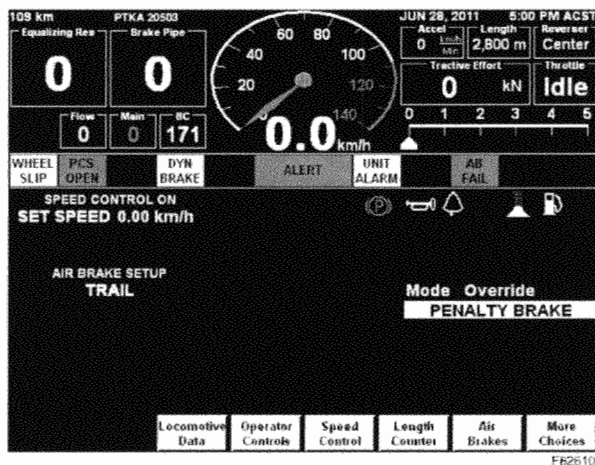

Figura 4-5. Menú Principal del Sistema FIRE Página 1
2. Luego acceda a la página 1 del Menú Principal del sistema FIRE en el tablero del sistema FIRE del operador. Consulte Figura 4-5.